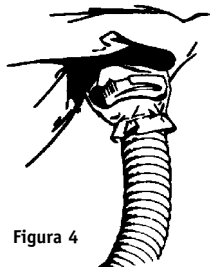

Figura 4
3. Instale la abrazadera de nylon sobre el manguito de entrada de aire y el tubo de respiración. Si desea, puede usar dos o más abrazaderas (vea la Figura 4). Las costuras del manguito de entrada de aire deben estar en los lados del tubo de respiración cuando se instala y se usa correctamente.